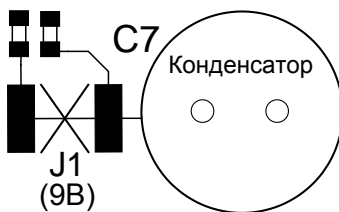

Рисунок 1
2.2.1 Для установки выходного напряжения 9 В необходимо перерезать на плате печатный проводник перемычки «J1» (как показано на рис. 1).